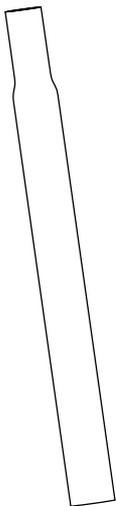

Abb. 24
- Steife gerade Stütze Abb. 24.